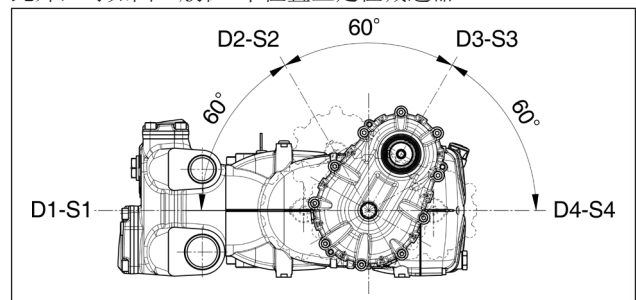

图 6
~ 4.8公升，对于位置①和④(图6)处带有减速器的版本。
此外,可如图 6般在4个位置上定位减速器。